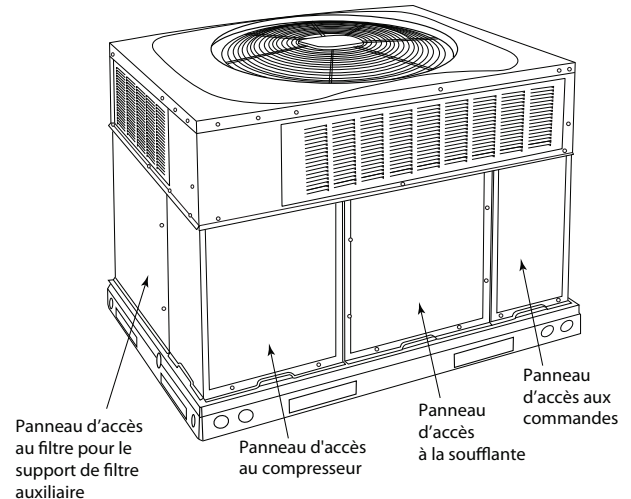
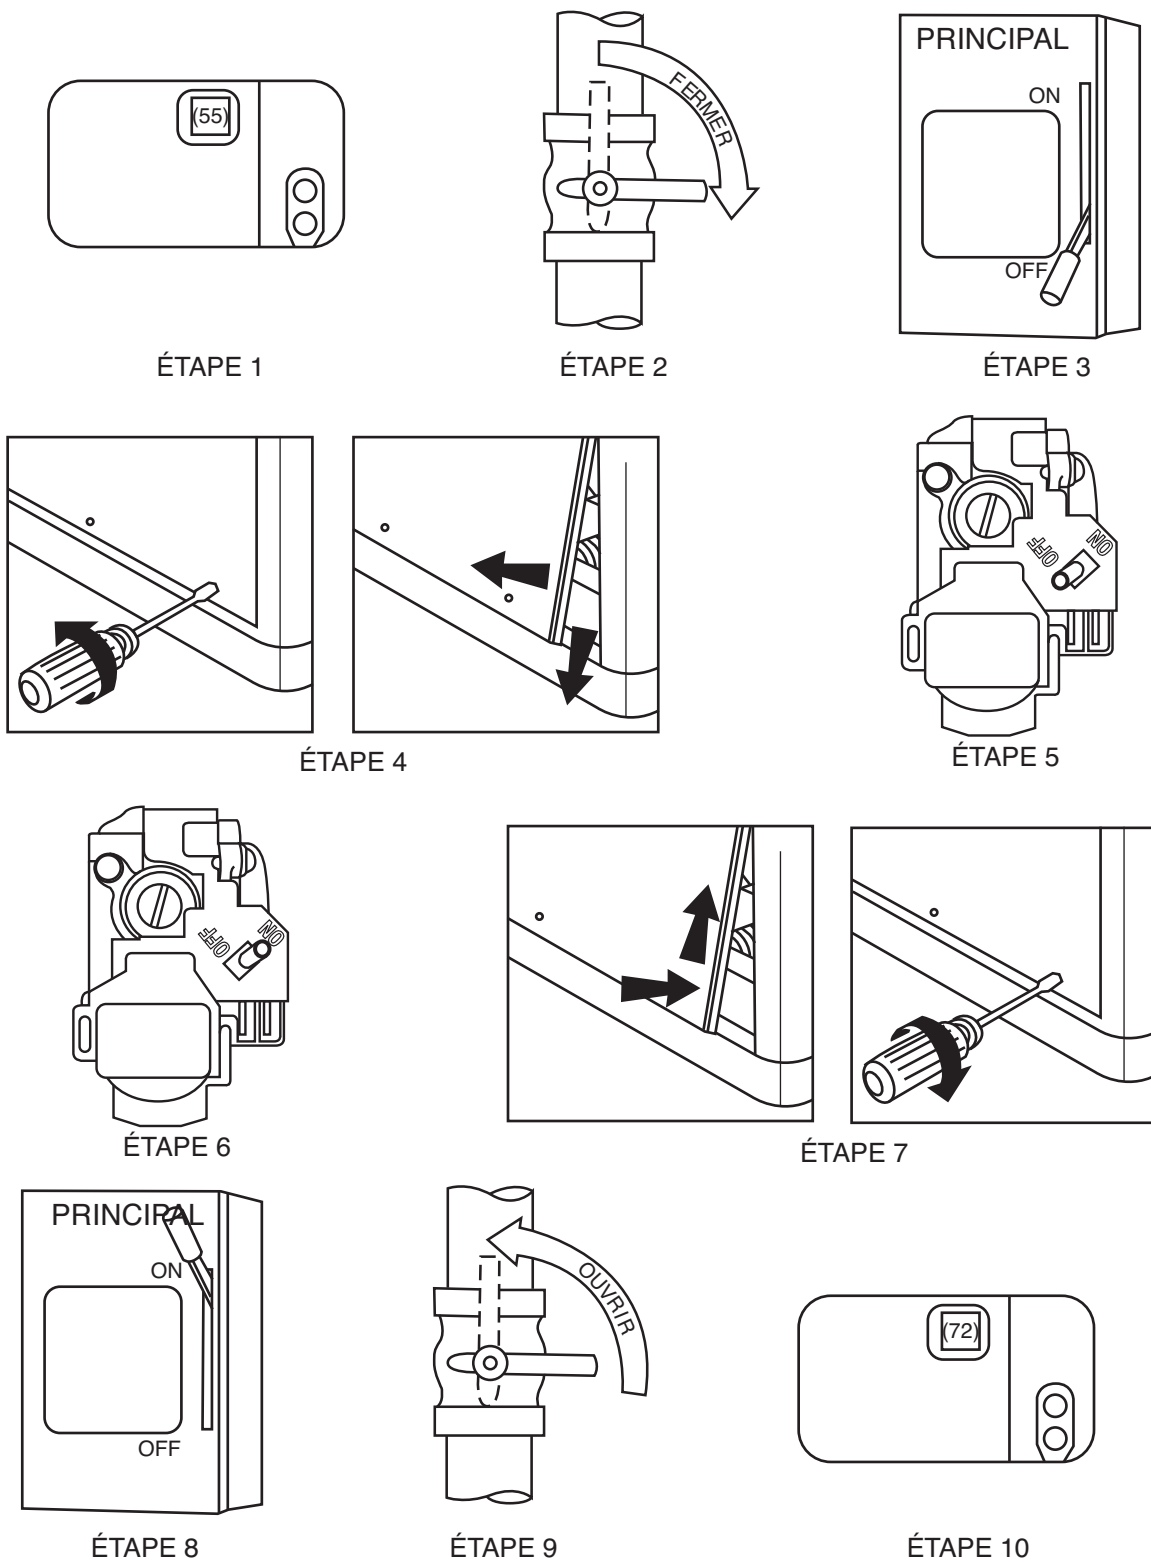

Figure 2 – Panneaux d'accès de l'appareil
Figure 4 – Pour démarrer l'appareil de chauffage au gaz
Consultez la Figure 2 pour connaître l'emplacement du panneau d'accès avant de l'appareil. Consultez la Figure 4 pour connaître l'emplacement du robinet de gaz. Consultez la Figure 4 pour effectuer les étapes suivantes.
4. Retirez le panneau d'accès de commande au moyen d'un tournevis à douille de 7,9 mm (5/16 po). (Voir la Figure 2.)
4. Retirez le panneau d'accès de commande. (Voir la Figure 2.)
Pour remplacer ou inspecter les filtres dans un support accessoire de filtre (consultez la Figure 2) :